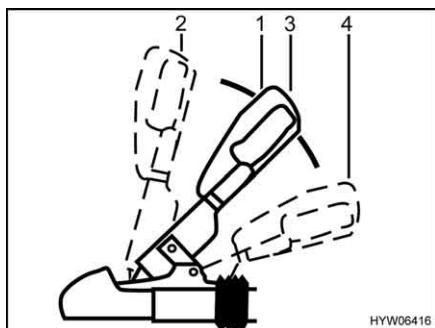

Fig. 3 Gancio di sicurezza
- Tirare la maniglia del gancio (Fig. 3,1) verso l'alto in posizione "aperto" (Fig. 3,2). Il gancio di sicurezza è aperto.
- Applicare il gancio di sicurezza aperto sulla sfera del traino della motrice e rilasciare la maniglia del gancio. La maniglia ritorna automaticamente nella posizione iniziale (Fig. 3,3).
- Attivare il dispositivo di stabilizzazione. A tal fine, premere la maniglia del gancio dalla posizione chiusa (Fig. 3,3) verso il basso (Fig. 3,4) fino all'arresto.
Per spegnere il dispositivo di stabilizzazione, p. es. in caso di manovra, tirare lentamente verso l'alto la maniglia del gancio (Fig. 3,1) fino alla posizione chiusa (Fig. 3,3).